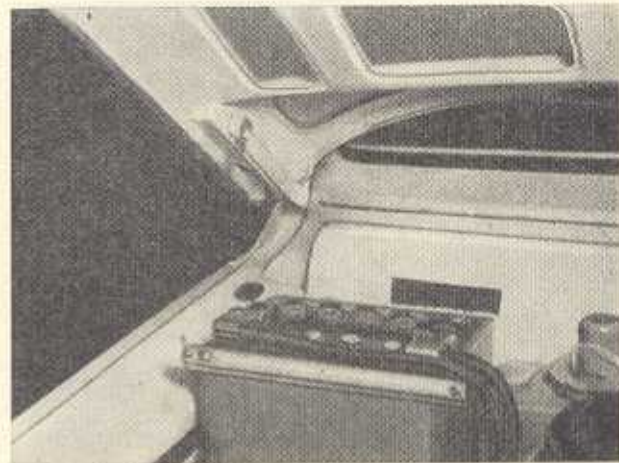

Bild E 29. Kontaktschalter für Motorraumbeleuchtung
1. Motorraumbeleuchtung (Bild E 29)